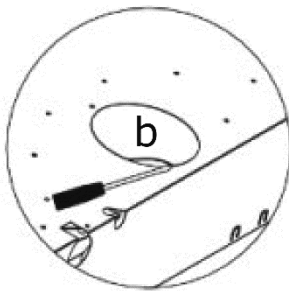

Fig. 3 Modo extracción
6. Monte el tubo de salida de aire sobre la tobera de aire de salida (Fig. 3).